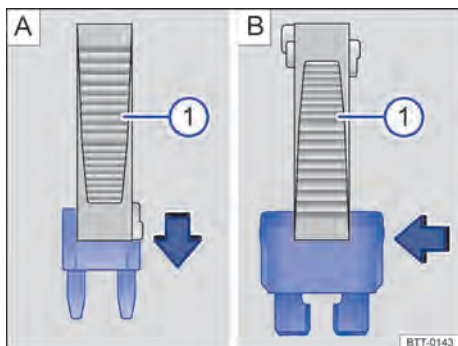

Fig. 124 Quitar o instalar un fusible con la garra de la pinza de plástico ①.
- De ser necesario, retirar la pinza de plástico → fig. 124 ① de la cubierta de la caja de fusibles.
- En caso de *fusibles pequeños*, encajar la garra ① por encima → fig. 124 A.
- En caso de *fusibles mayores*, empujar la garra ① lateralmente sobre el fusible → fig. 124 B.
- Si el fusible está quemado, sustituir el fusible por uno nuevo de la *misma* intensidad de corriente (mismo color e inscripción) y del *mismo* tamaño → ②.